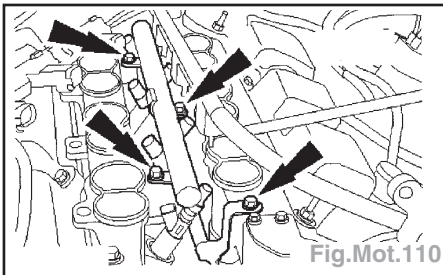

Fig.Mot.110
- Déposer la rampe d'injection (Fig.Mot.110).